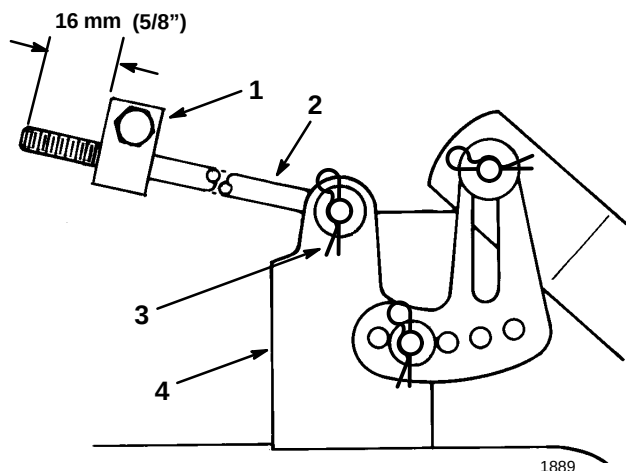

Figure 51
5. Mesurer la longueur de tige qui dépasse de l'avant du bloc de réglage sur les côtés du châssis (Fig. 51). Si cette longueur n'est pas de 16 mm (5/8"), retirer la goupille épinglette et la rondelle de l'extrémité de la tige (Fig. 51), et visser ou dévisser la tringle jusqu'à obtenir la longueur de 16 mm (5/8") requise. Introduire alors l'extrémité de la tige dans le support du plateau et le fixer à l'aide de la rondelle et de la goupille épinglette. Répéter ces opérations de l'autre côté de la tondeuse.